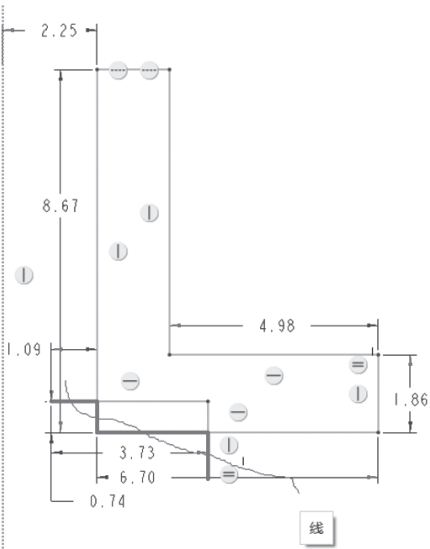

图 2-1-4 删除草图多余线段
- (1) 在顶部工具栏中，单击“删除段”按钮，执行修剪的“删除段”命令。
- (2) 单击选取需要修剪的图元，系统将其显示红色后，随即删除该图元。
- (3) 参照法兰盘的外形轮廓删除多余线段，如图 2-1-4 所示。